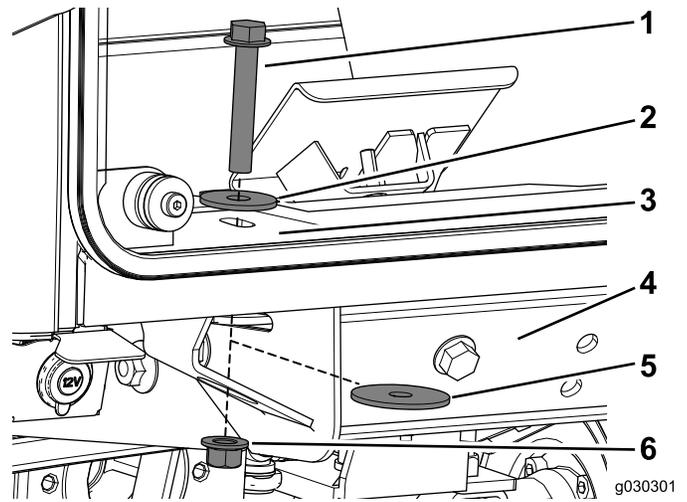

Bild 24
7. Befestigen Sie die Kabine mit einer Schraube (1/2" x 3"), einer Druckscheibe, einer großen Scheibe und einer Sicherungsmutter an den vorderen Befestigungen an der Maschine (Bild 24).